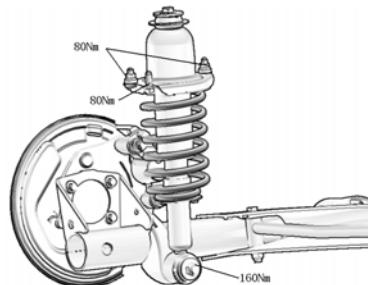

图 5.1-22
(2) 后减振器总成的拆卸
① 拆卸后轮。
② 拆卸左右后减振器总成。如图5.1-22